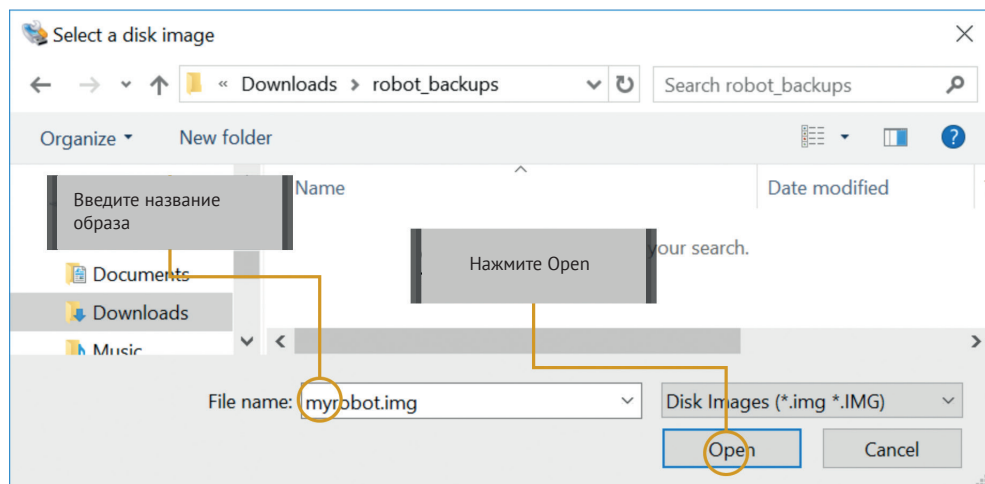

Рис. 5.5. Выбор местоположения файла
- В поле **File name** (Имя файла) необходимо ввести название образа (у меня myrobot.img), как показано на рис. 5.5. Затем нажмите **Open** (Открыть).